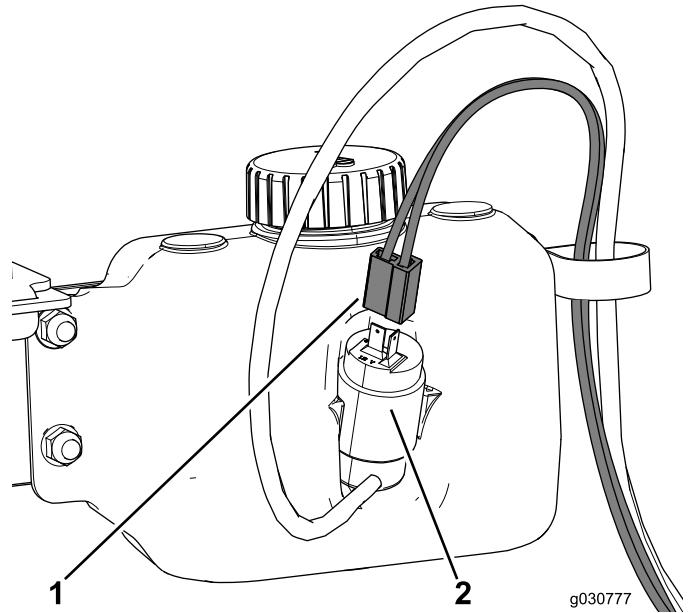

**Bild 49**
3. Schließen Sie das Kabel vom Klimaanlagenkompressor am Rundstecker am Kabelbaum an (Bild 49).